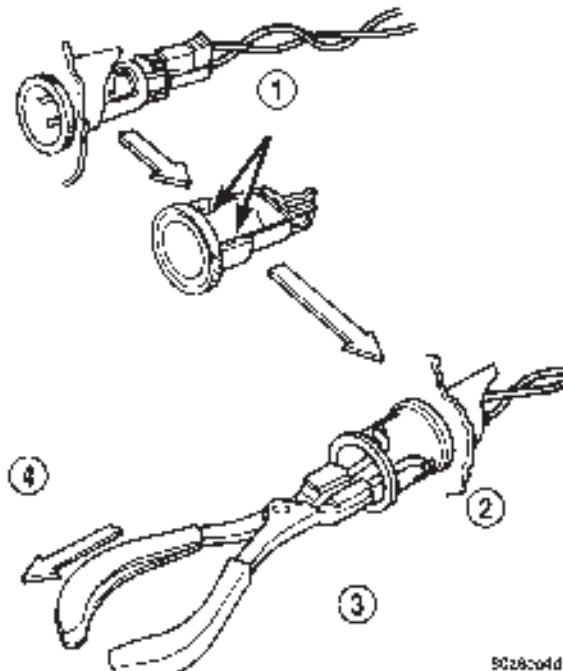

Fig. 8 Desmontaje de la base del encendedor/toma de energía
(2) Mire hacia adentro y tome nota de la posición de las protuberancias de retención (Fig. 8).